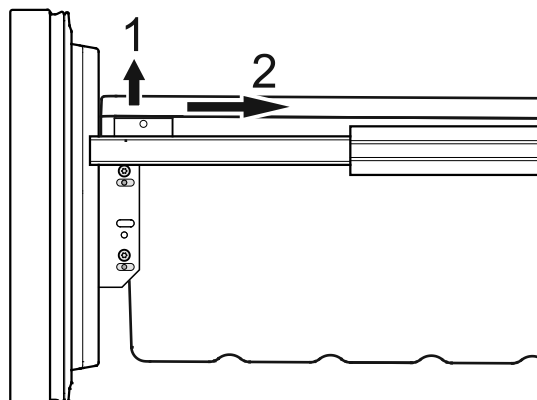

Figure 21
- Désenclipper les coins gauche et droit du récipient en le tirant vers le haut (1) - **Figure 21**.
- Pousser le récipient vers l'arrière (2) - **Figure 21**.
- Retirer les récipients des tiroirs du compartiment congélateur comme aux **Figures 21 et 18**.